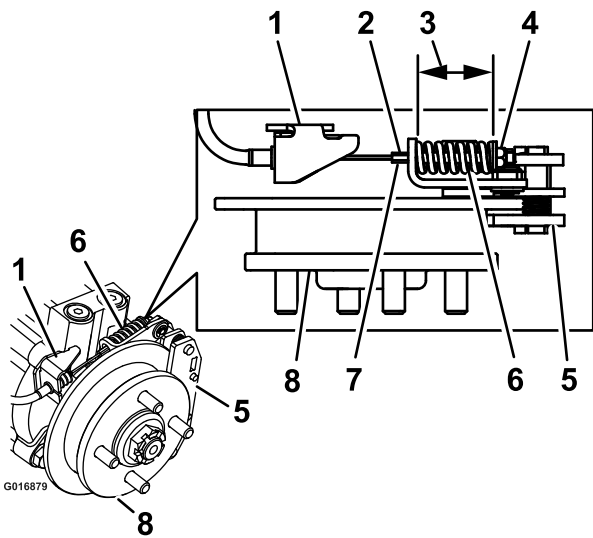

Figura 76
9. Sujete el extremo de la varilla roscada con una herramienta y ajuste la contratuerca hasta que el muelle mida de 3,8 a 4,0 cm (Figura 76). No deje que el cable gire mientras se aflojan las tuercas.